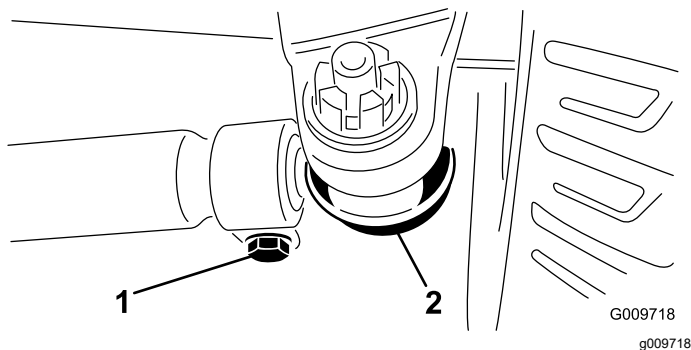

Bild 61
2. Entfernen Sie den Splint und die Mutter von einem der Spurstangen-Kugelgelenke (Bild 61). Entfernen Sie das Spurstangen-Kugelgelenk vom Achsständer.
3. Lockern Sie die Klemmen an beiden Enden der Spurstangen (**Bild 61**).